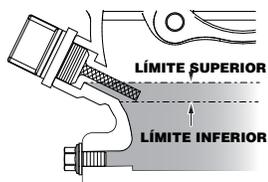

Figura 5. Varilla de medición de aceite del motor (nivel de aceite)
4. Si el nivel está bajo (Figura 5), llene hasta el borde del orificio de llenado con el tipo de aceite recomendado según la Tabla 5. Consulte en la Tabla 2 la capacidad máxima de aceite del motor.